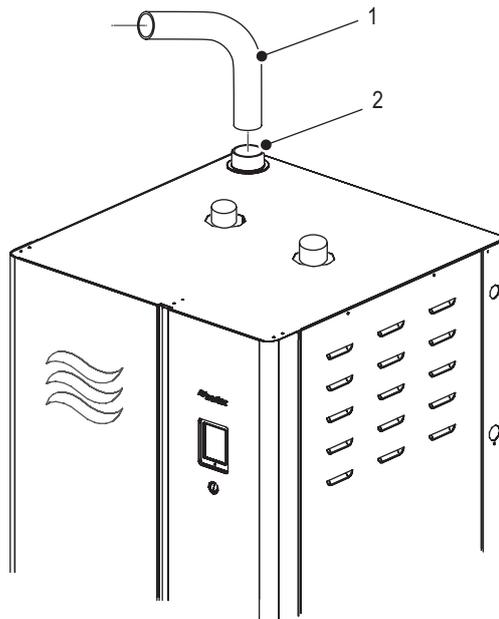

Figure 17: Installation air ambiant - Condair GS 65-260
**Remarque :** Condair vous conseille d'installer un coude (avec une protection) sur le port d'admission d'air sur tous les appareils 65-260 Condair GS pour éviter l'aspiration de saleté ou de débris dans la chambre de combustion. Scellez les raccords avec un agent de scellement en silicone. Laissez l'espace autour de l'admission d'air libre de toute obstruction. Veuillez vous référer à la Figure 17 Voir le Tableau 14 à la page 39 pour obtenir des détails sur les diamètres externes des coudes.